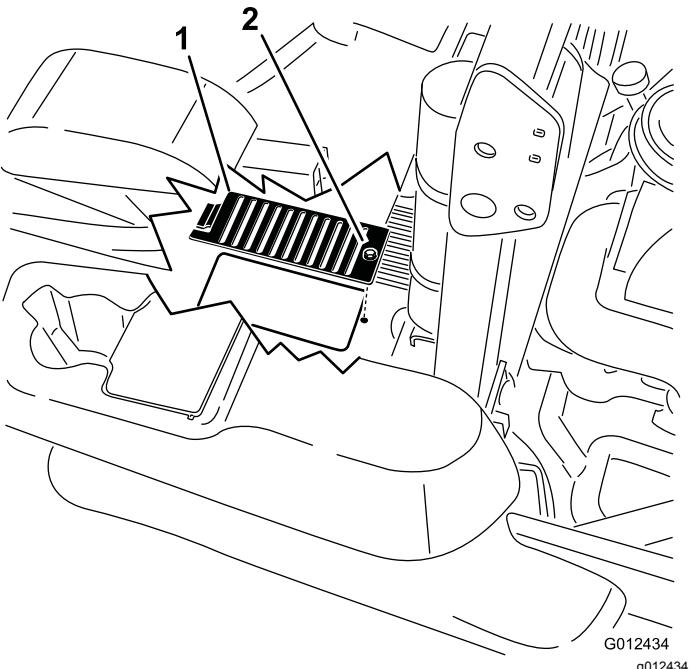

Figura 69
6. Togliete il coperchietto e il relativo bullone sopra ogni asta di livello. Pulite l'area attorno a ogni asta di livello e all'unità idraulica (Figura 69).